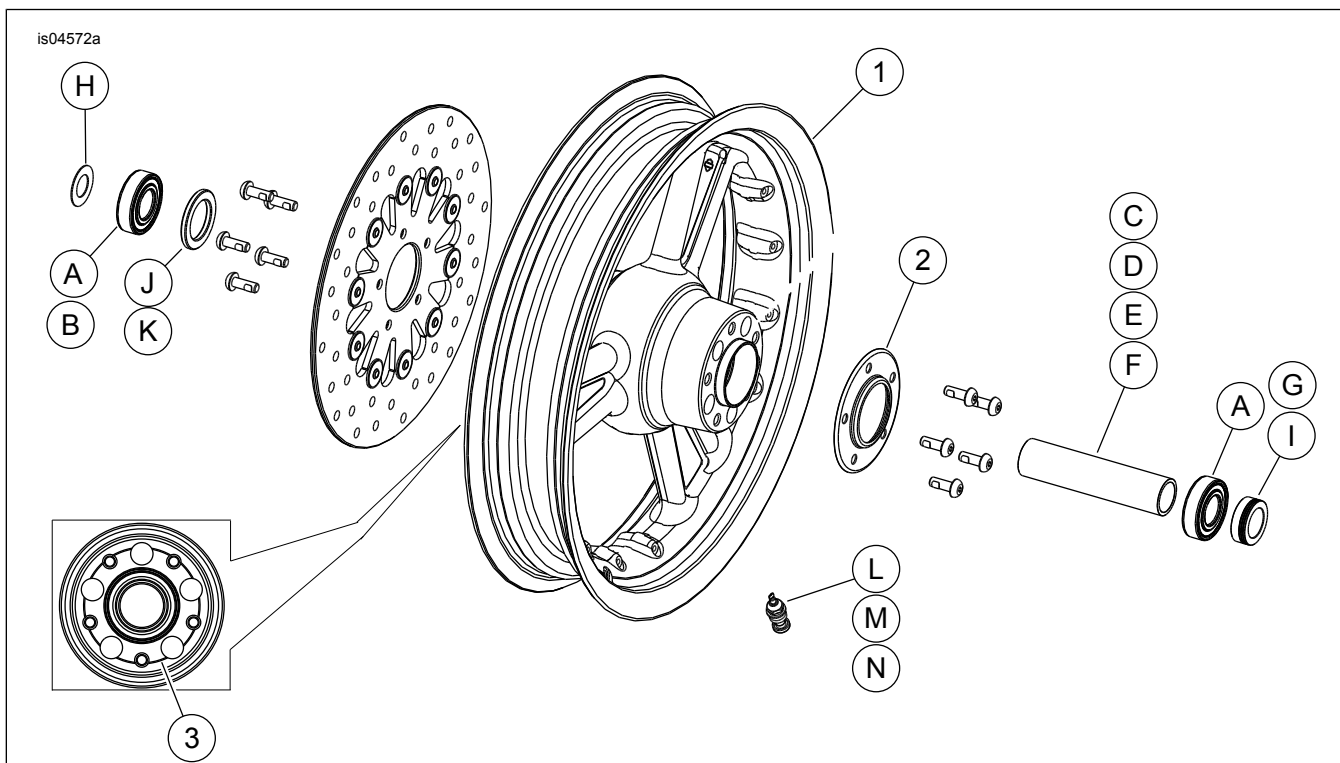

Figure 1. Pièces détachées : Roues avant Detonator (roue de 16 pouces illustrée)
Voir Figure 1 et les tableaux des pièces détachées.
2. Voir Figure 1. Installer l'ensemble de tige de valve (M) sur la roue. Voir PNEUS dans le manuel d'entretien.